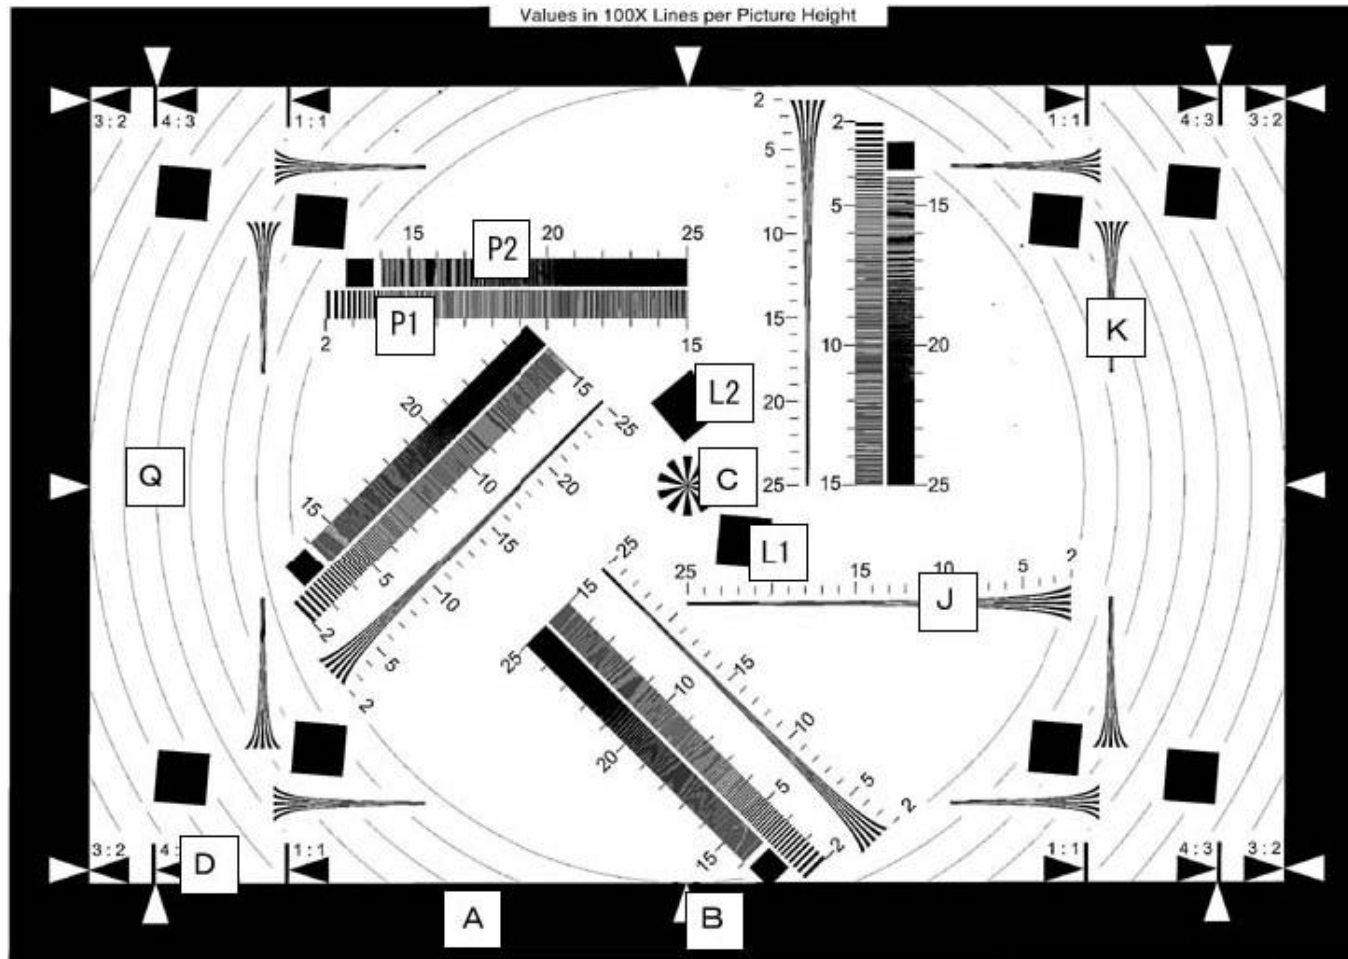

図 2 : 解像度チャート (本文中では「本チャートと記載」)
からダウンロードできます。ただし、このソフトはチャート1に対応していますが、本チャートに対応させる改訂作業に若干時間がかかります。本説明書作成時は未対応です。改訂の完了/未完了は前記 URL で確認して下さい。) 本チャートは水平、垂直、斜め 45 度右上がり、斜め 45 度右下がりの 4 方向の視覚解像度を一度に評価できるようにしてあります。(図 2 の J を使用。)
b)限界解像度 : ISO12233 では撮影された画像の変調度が 5%になる空間周波数と定めています。視覚解像度と同様に、水平、垂直、斜め 45 度右上がり、斜め 45 度右下がりの 4 方向を一度に評価できるようにしてあります。(図 2 の P を使用。)
c) SFR (Spatial Frequency Response) : 撮影された画像中の黒/白エッジ部のデータを解析することで得られます。視覚解像度、限界解像度と同様に、水平、垂直、斜め 45 度右上がり、斜め 45 度右下がりの 4 方向を一度に評価できるようにしてあります。(図 2 の L を使用。) SFR のアルゴリズムとソフトウェアについては ISO12233 をご覧下さい。SFR 計算用 Photoshop プラグインソフトは以下の URL からダウンロードできます。
4-1. 視覚解像度測定用パターン (図 2 の J)
4-2. 限界解像度評価用パターン (図 2 の P)
4-3. SFR 評価用パターン (図 2 の L)
表 1. 図 2 のエレメントと使用目的